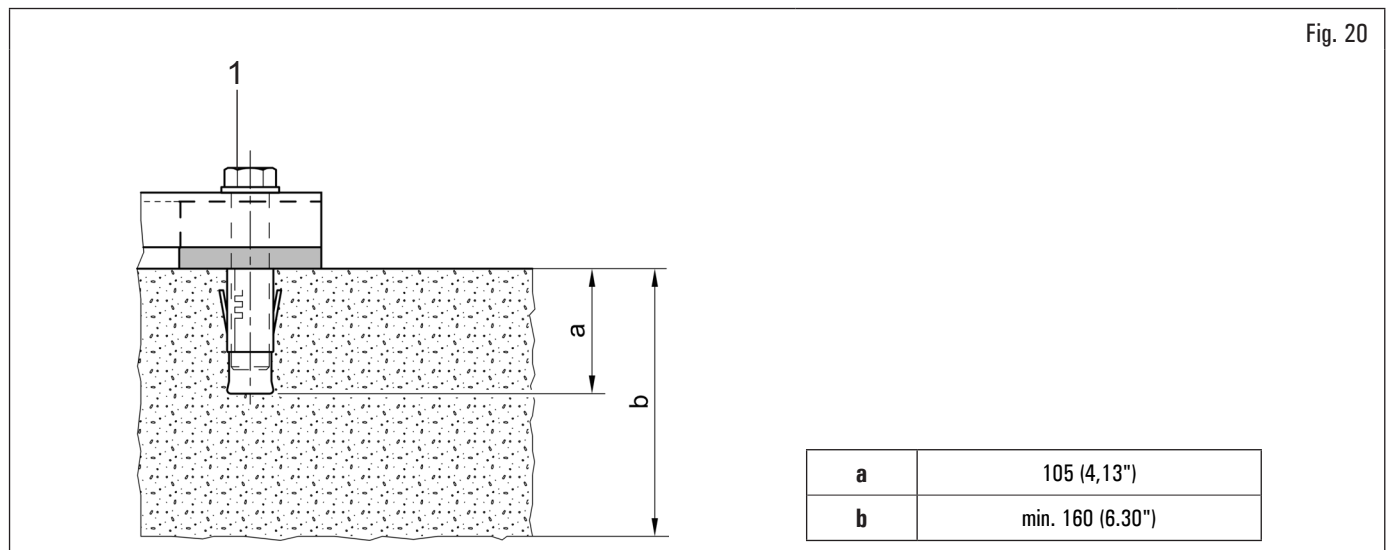

Fig. 20
L'équipement emballé est fixé à la palette de support par des trous sur le châssis indiqué dans la Fig. 20. Ces trous doivent également être utilisés pour la fixation au sol, en utilisant des ancrages appropriés pour le béton (non inclus). Avant de fixer au béton, vérifiez que tous les points d'ancrage sont plats, de niveau et en contact avec le sol. Dans le cas contraire, caler entre l'équipement et le sol, comme indiqué sur la Fig. 20.
- Pour fixer l'équipement au sol, utilisez des boulons et goupilles d'ancrage (Fig. 20 réf. 1) avec une tige filetée M8 (UNC 5/16) adaptée au sol sur lequel sera fixé le démonte-pneus et en nombre égal au nombre de trous de montage sur le châssis inférieur ;